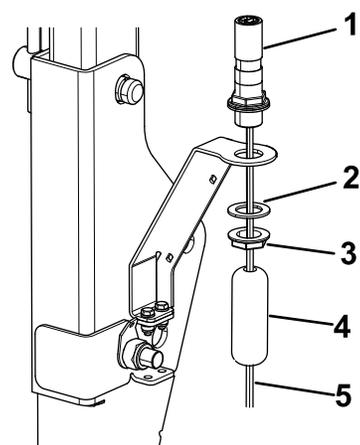

図 11
1. ビーコンスタンドをビーコンブラケットに取り付ける 図 11。